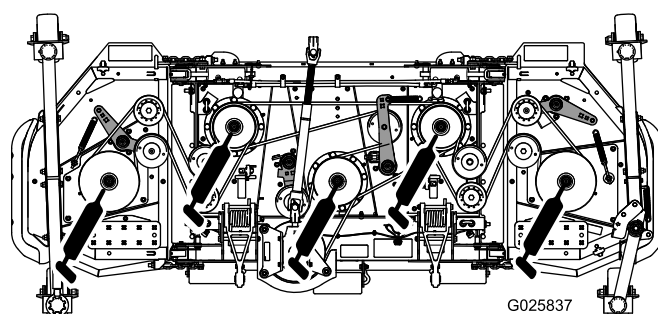

Figure 17
- Roulements d'axe de pivot (5) (Figure 17)